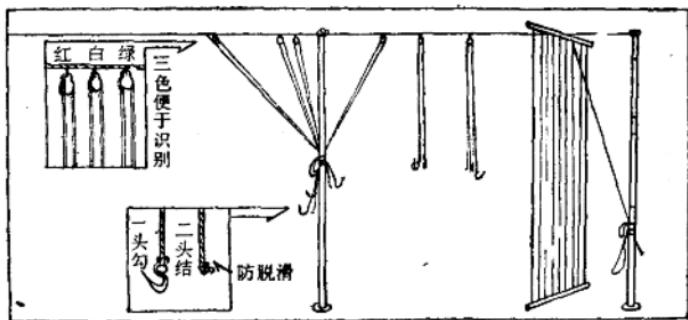

图7 带绳滑车结构示意图
3. 带绳滑车。根据实际需要，每个滑车上带一根绳，绳的一头打结，另一头系一个长口铁钩，主要是好挂各种幕布及网片。全台一般用三十个带绳滑车即可。全部固定在舞台两边的钢丝绳上。（图 7）